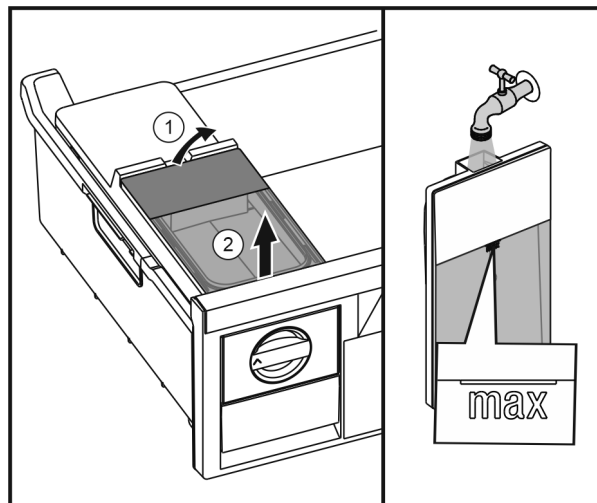

Fig. 30
- Поднять бак для воды сзади Fig. 30 (1) и извлечь движением вверх Fig. 30 (2).